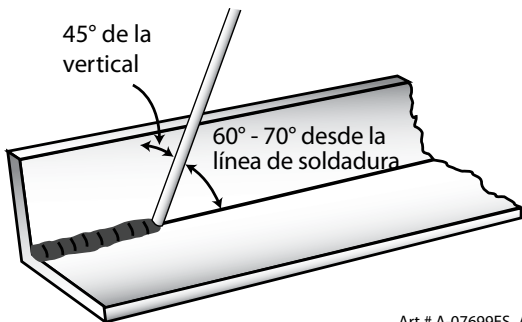
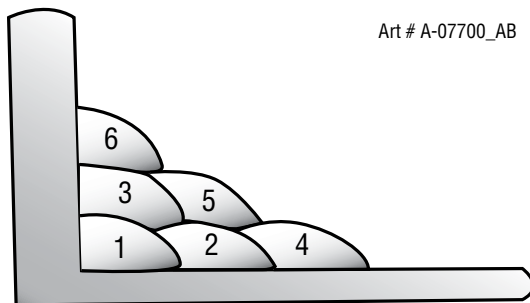

Figura 4-13: Posición del electrodo de la soldadura de perfil en ángulo HV
Figura 4-14: Varios recorridos en la soldadura de perfil en ángulo HV
Una pieza de hierro en ángulo es una muestra adecuada con la cual comenzar, o dos láminas largas de acero pueden unirse juntas en ángulo recto. Coloque un tramo de hierro en ángulo con una extensión horizontal y la otra Vertical. Esto es conocido como un perfil horizontal-Vertical (HV). Encienda el arco y de inmediato lleve el electrodo a una posición Vertical a la línea de perfil y cerca de 45° de la Vertical. Algunos electrodos requieren tener una pendiente de alrededor de 20° de la posición perpendicular para evitar que vaya apareciendo escoria delante de la soldadura. Consulte Figura 4-13. No intente formar un ancho mucho mayor que el del electrodo, de otra manera el metal de soldadura tiende a combar la base, y se forma una socavación en la extensión Vertical. Se pueden hacer varios recorridos como se presenta en la figura 4-14. En las soldaduras de perfil en ángulo HV no es deseable el zigzagueo.